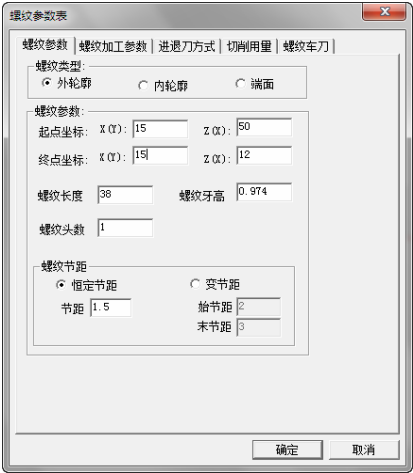

图 4-111 螺纹参数设定
2) 单击“螺纹参数”选项卡，设置具体参数，螺纹类型：外轮廓；螺纹长度：38；螺纹牙高：0.974；螺纹头数：1；螺纹节距：恒定节距，节距为 1.5，如图 4-111 示。